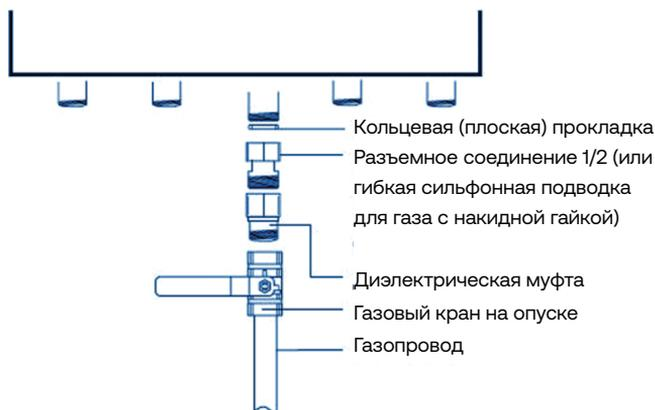

Рис.8
- Выпускная труба должна иметь перпендикулярное присоединение относительно противоположной внутренней стенки дымохода (см. рис.8).